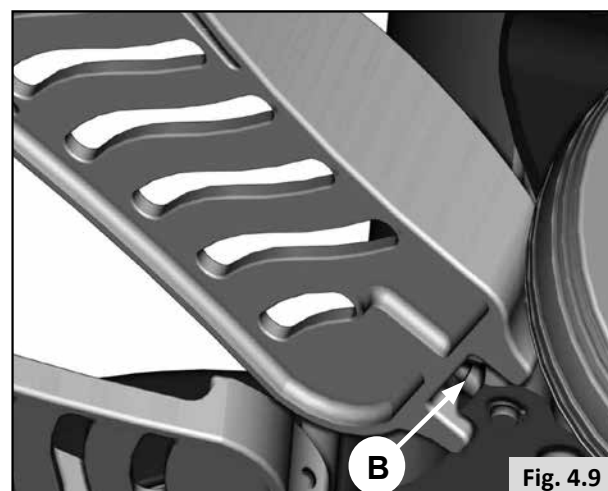

Fig. 4.9
- Dobre a placa para os pés para cima para conseguir alcançar o parafuso de ajuste do ângulo, (B-Fig. 4.9).